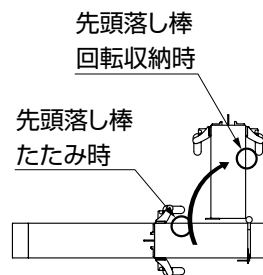

図8-3
- たたみ時でも、先頭落とし棒位置に落とし棒受けの下孔を施工してください。(図8-3参照)
- 回転収納状態でも、先頭落とし棒が落せる位置に落とし棒受けの下孔を施工してください。(図8-3参照)